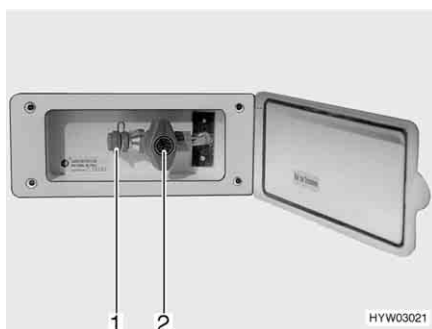

Fig. 53 Presa gas esterna, rubinetto di arresto del gas chiuso
La presa gas esterna (Fig. 53) si trova, a seconda del modello, nella parte posteriore o sul lato destro o sinistro del veicolo.
- Collegare l'apparecchio a gas esterno all'attacco (Fig. 53,1).
- Aprire il rubinetto di arresto del gas (Fig. 53,2).